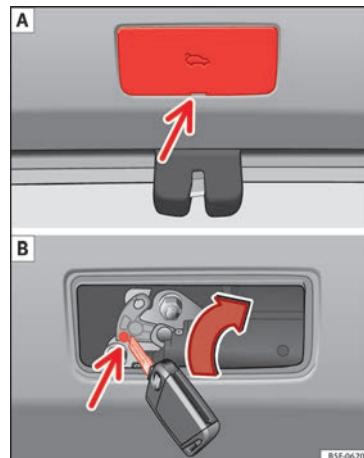

Fig. 197 Coffre à bagages, côté droit : accès au déverrouillage d'urgence.
- Retirez le couvercle par le biais de la rainure à l'aide d'un tournevis » **fig. 197 A**.
- Introduisez la clé dans l'orifice prévu à cet effet et tournez-la dans le sens de la flèche jusqu'à libérer le loquet » **fig. 197 B**.